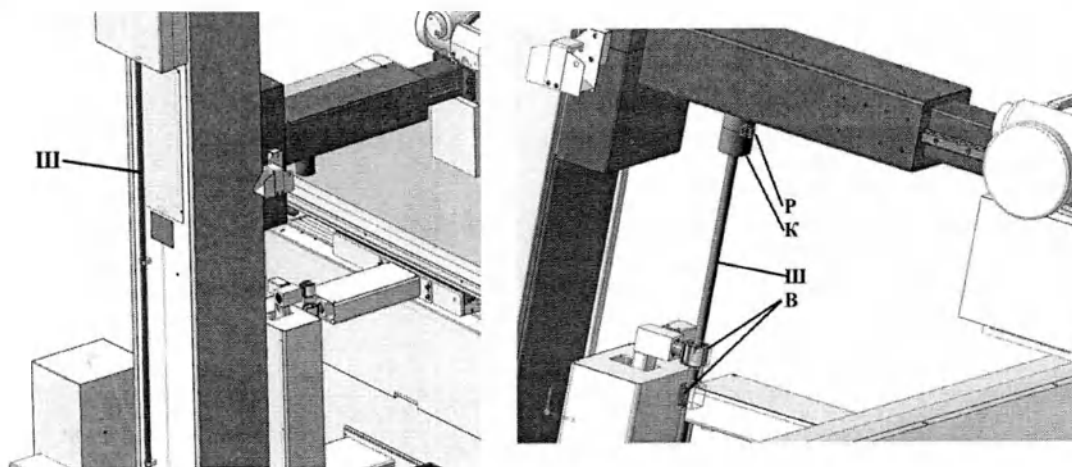

Рисунок 3.5
- далее взять томо-штангу **Ш** закрепленную на задней стороне колоны рисунок 3.5 и установить в пазы «вилки» В затем нажать на кнопку Р на корпусе К и вставить томо-штангу **Ш** до щелчка (фиксации)